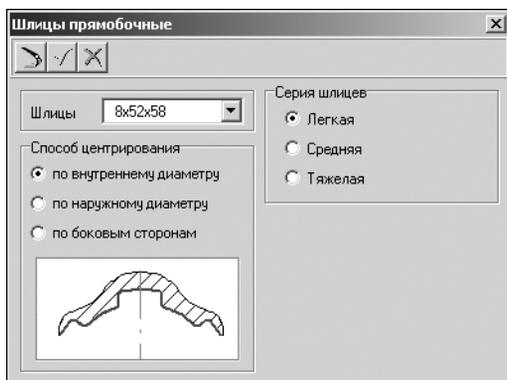

Рис. 5.7.
4. Щелчком мыши укажите тип **Шлицы прямобоочные**. Откроется окно, предназначенное для ввода параметров шлицев в соответствии с ГОСТ 1139-80 (рис. 5.7).